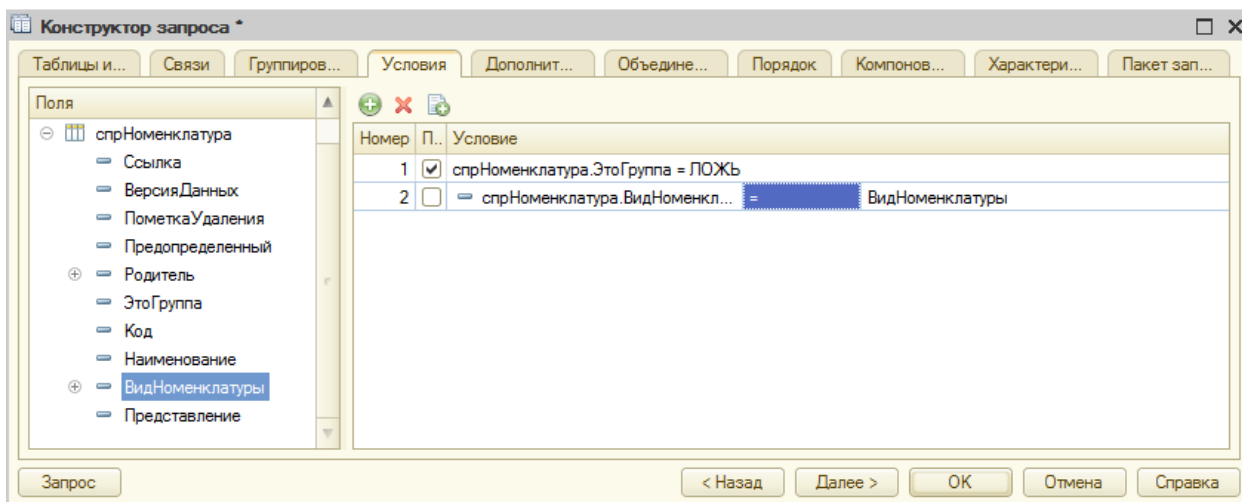

Рисунок 71 Вкладка **Условия**
8. Установите условие отбора записей, чтобы группы справочника (Товары, Услуги) не попадали в отчет на вкладке **Условия** (рис. 71). Для